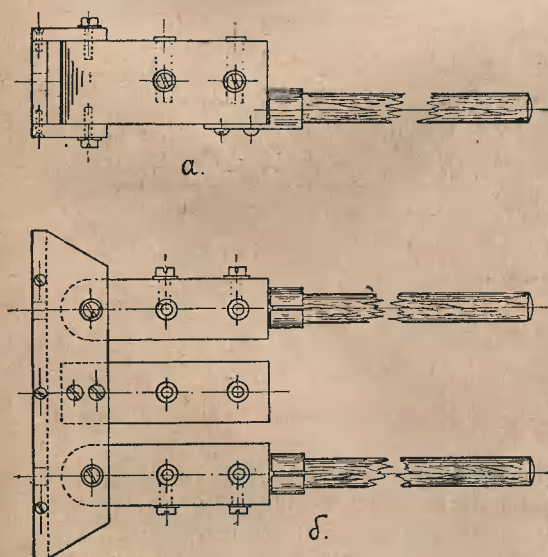

Рис. 3. Вариометр к приемнику на короткие волны; а) вид сбоку, б) вид сверху.
3) *Вариометр*. Здесь, также, можно применить любой вариометр для трех соевых катушек. Для описываемого приемника был изготовлен очень простой вариометр, показанный на рис. 3. Он состоит из трех эбонитовых колодок, двух подвижных и одной неподвижной. Подводка тока к гнездам совершается посредством винтов, находящихся на крайних колодках сбоку, а на средней—внизу. К подвижным колодкам приделываются длинные ручки, как для того, чтобы избежать влияния руки, особенно сильно проявляющегося при коротких волнах, так и для того, чтобы иметь возможность плавно менять связь между катушками.